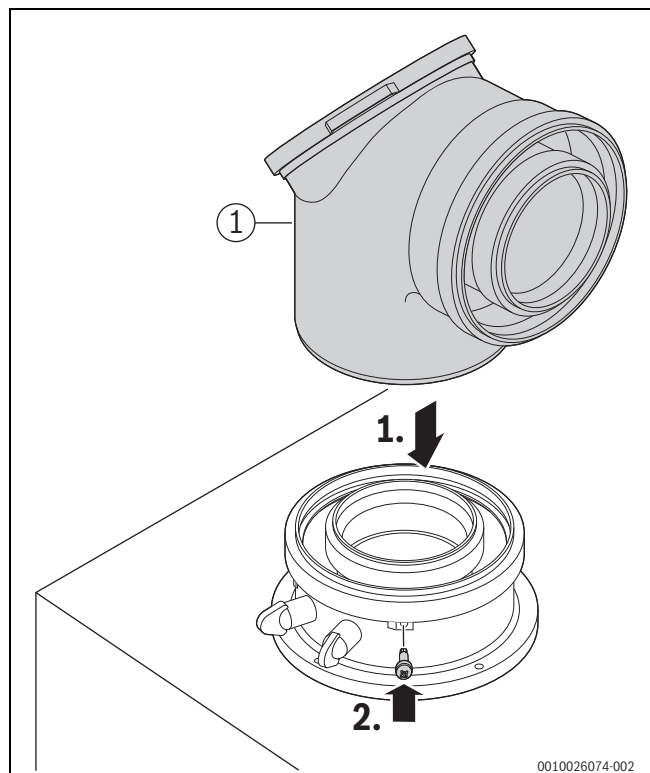

Bild 72 Abgaszubehör einsetzen und mit Schraube sichern
- ▶ Abgaszubehör anschließen (→ Bild 72, [1]). Dabei die Installationsanleitung des Abgaszubehörs beachten.